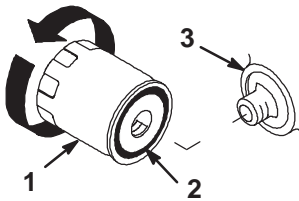

Figure 41
2. Déposez le filtre à huile usagé et essuyez la surface du joint de l'adaptateur (Fig. 41).
4. Appliquez une fine couche d'huile neuve sur le joint en caoutchouc du filtre de rechange (Fig. 41).
5. Posez le filtre à huile de rechange sur l'adaptateur. Tournez le filtre dans le sens horaire jusqu'à ce que le joint en caoutchouc touche l'adaptateur, puis donnez 1/2 tour supplémentaire (Fig. 41).